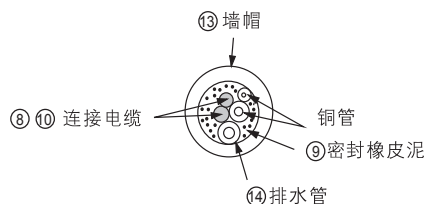

图32
- 2 用附件⑬墙帽及附件⑨密封橡皮泥来整理墙上的洞,如图30、图31、及图32。